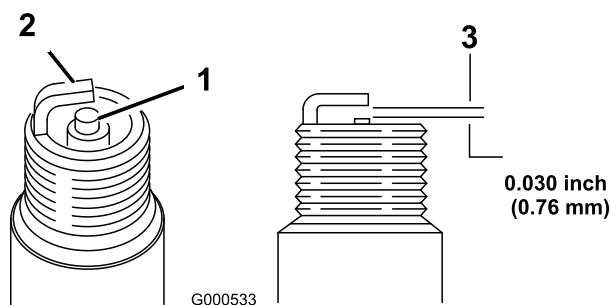

Figura 28
5. Ajuste el espacio entre los electrodos a 0.76 mm (0.030"); consulte Figura 28.